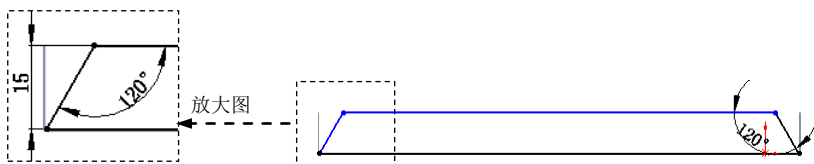

图 17.7.55 横断面草图
(5) 编辑边线—法兰 3 的草图。在设计树的  **边线—法兰3** 上右击, 在系统弹出的快捷菜单中单击  命令, 系统进入草图环境。绘制图 17.7.55 所示的横断面草图。退出草图环境, 此时系统完成边线—法兰 3 的创建。